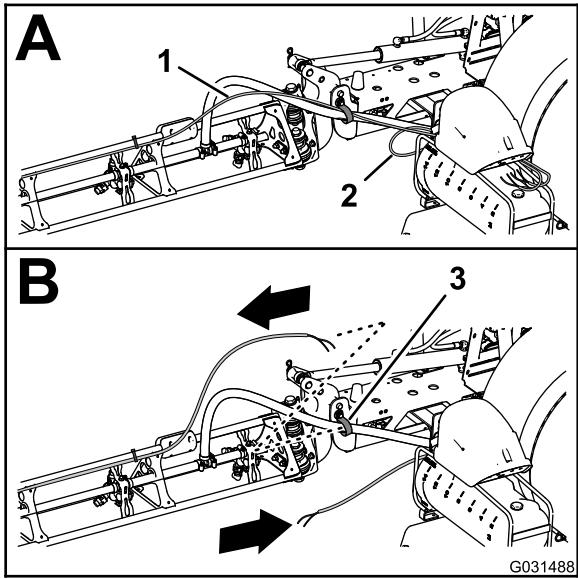

Figura 24
5. Mueva los tubos de las boquillas de espuma de las secciones de brazo izquierdo y derecho hacia atrás, a través de la abrazadera en R situada cerca del punto de giro de la sección de brazo (Figura 24).